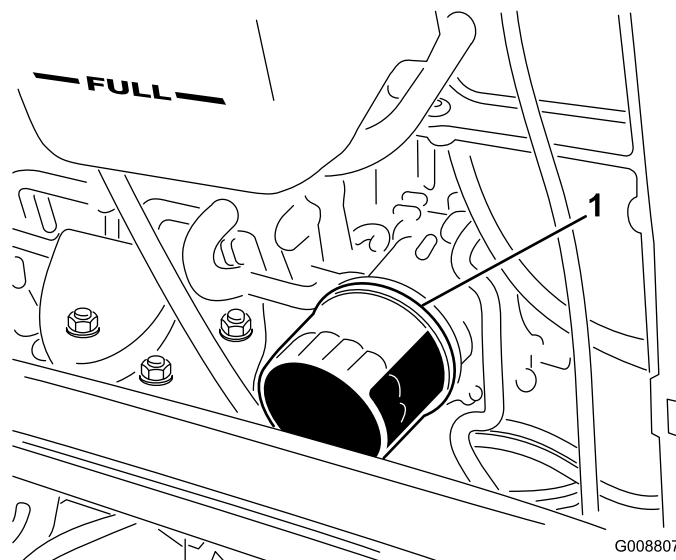

Figure 28
2. Déposez le filtre à huile (Figure 28). Appliquez une fine couche d'huile propre sur le joint du filtre de rechange avant de le visser en place. Ne serrez pas excessivement.